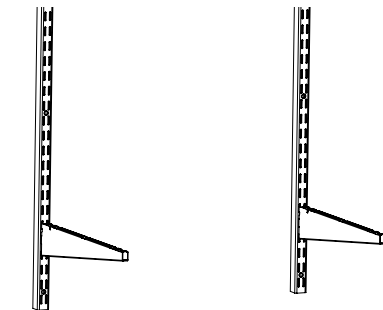

Figure 1
**ÉTAPE 2:** Insérez les supports à tablette sur les montants en position souhaitée (**Figure 1**).